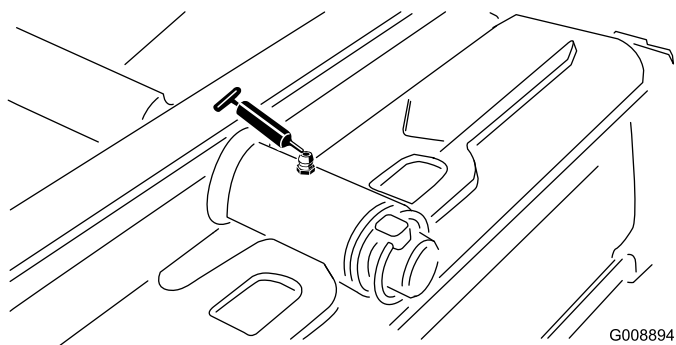

Figura 36
- Perno dell'apparato di taglio posteriore (Figura 36)